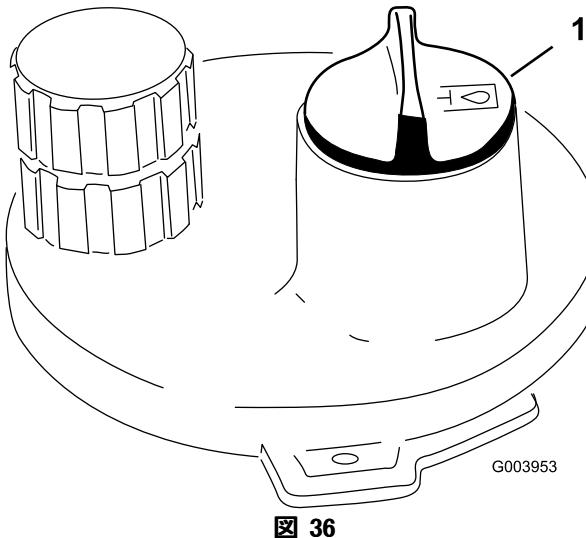

図 36
3. 油圧オイル・タンクの注油口周辺をきれいに拭き、キャップ (図 36) を外す。給油口からキャップを取りる。